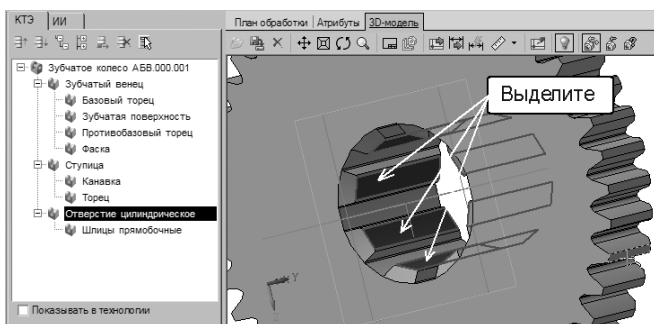

Рисунок 70
- Установите курсор в дереве КТЭ на элементе *Отверстие*. На 3D-модели последовательно выделите наружные грани шлиц так, как показано на рис. 70. Установите связь между элементами, нажав кнопку **Связать с текущим элементом дерева КТЭ**.